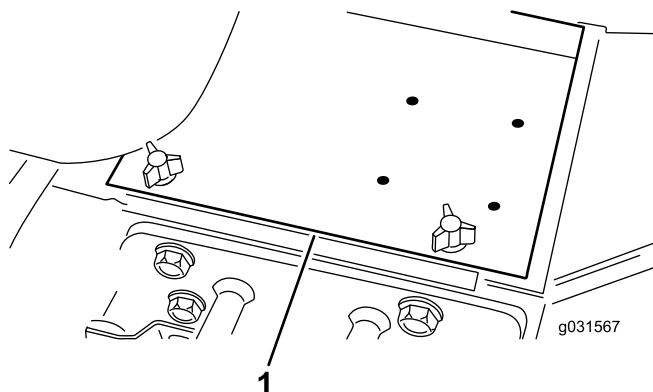

Рисунок 3
1. Снимите крышку аккумулятора (Рисунок 3).